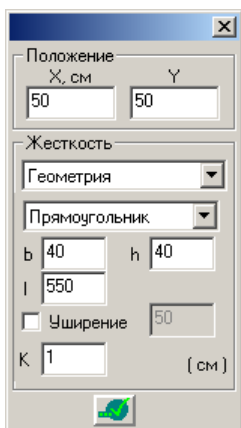

Рис.3.6.1. Окно диалога **Свойства элементов**
- В открывшемся окне диалога **Свойства элементов** (рис. 3.6.1) проанализируйте данные: